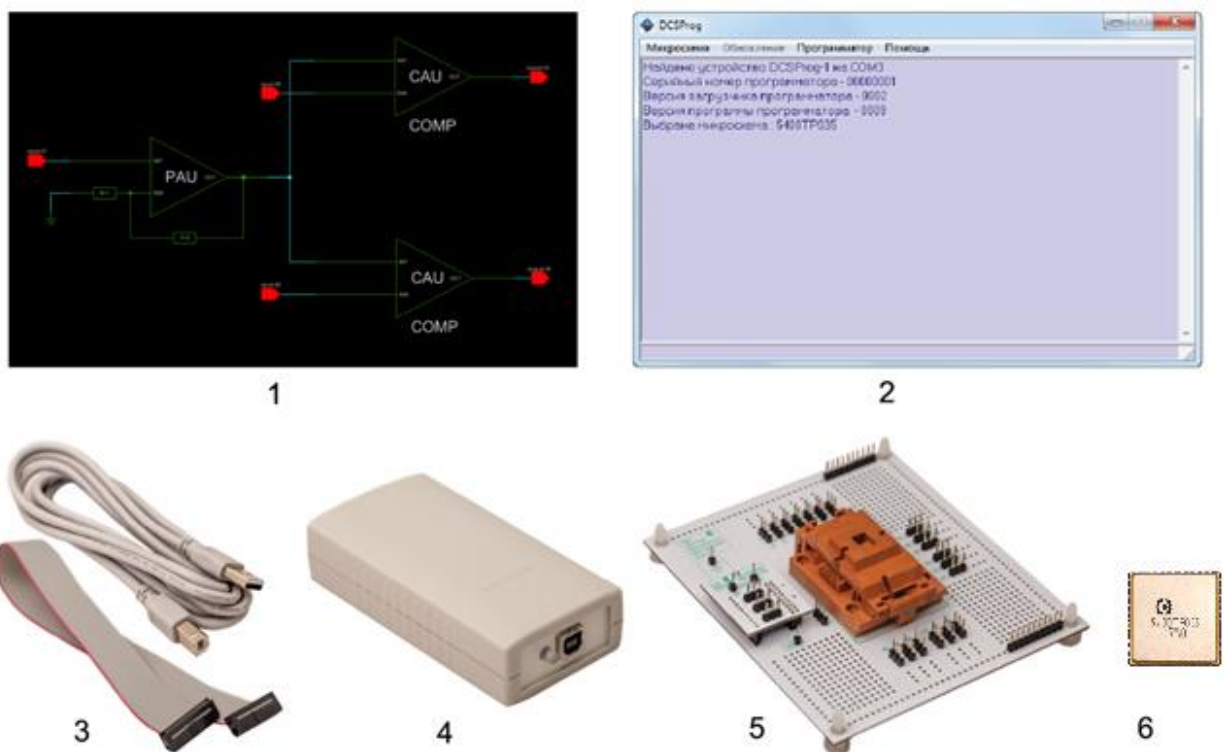

Рисунок 1. Состав отладочного комплекта микросхемы 5400TP035.
Программируемая аналоговая интегральная схема (ПАИС) – набор базовых блоков, которые могут быть сконфигурированы путем электрического программирования коммутации на стороне пользователя. Состав отладочного комплекта микросхемы 5400TP035 (рисунок 1): система автоматизированного проектирования «Electric VLSI Design System» (1), ПО программатора «DCSProg» (2), комплект интерфейсных проводов (3), программатор (4), отладочная плата (5), микросхема 5400TP035 (6).